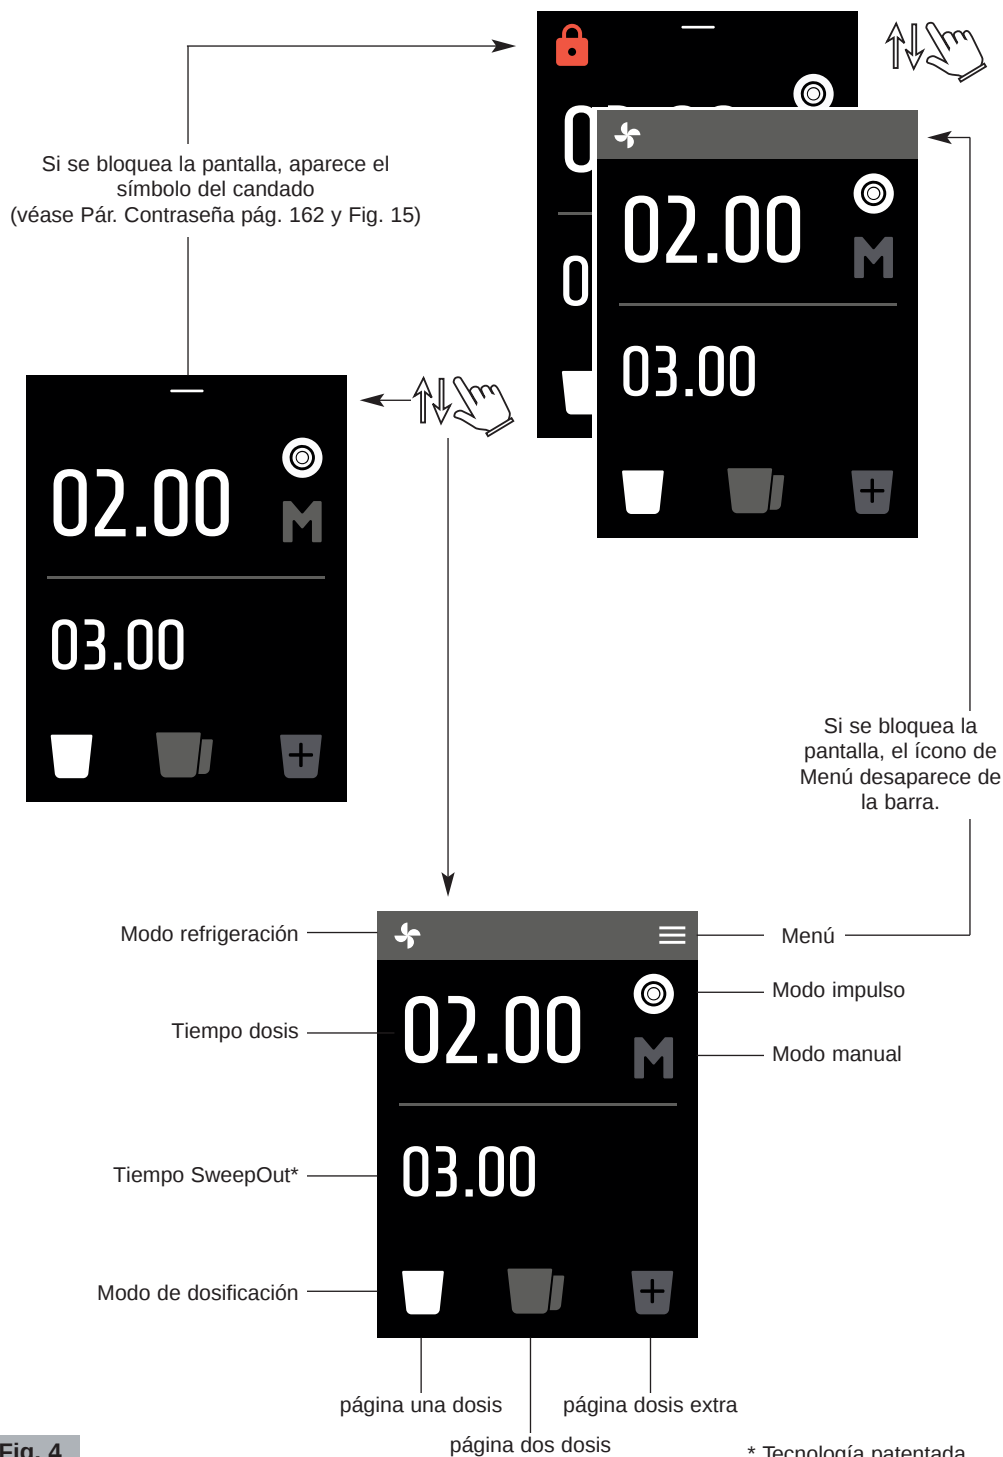

Fig. 4
Componentes principales (Fig. 1, Fig. 2, Fig. 3, Fig. 4)
| 7 | Panel de control (Fig. 1 y Fig. 4) | 16 | Disco indicador de granulometría |
- 2 Colocar el interruptor ON-OFF (14 Fig. 2) en la posición "I". El panel (7 Fig. 1) se ilumina (véase Fig. 4).